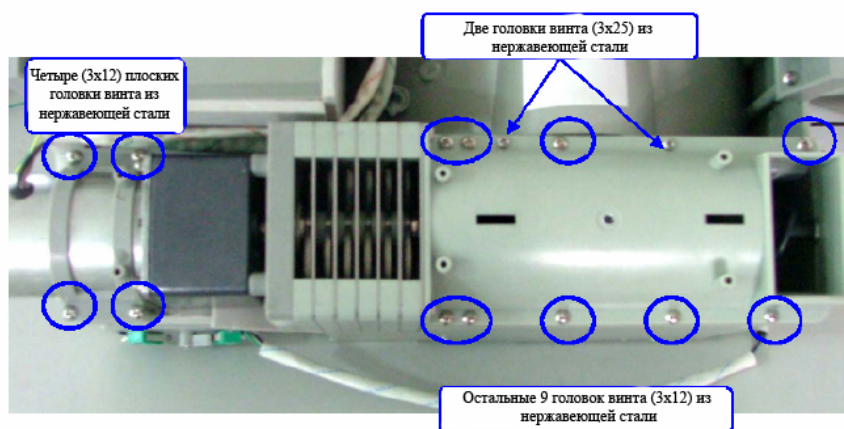

Рис. 7.1
- Открутите винты (обратите внимание, они разные) (Рис. 7.1).